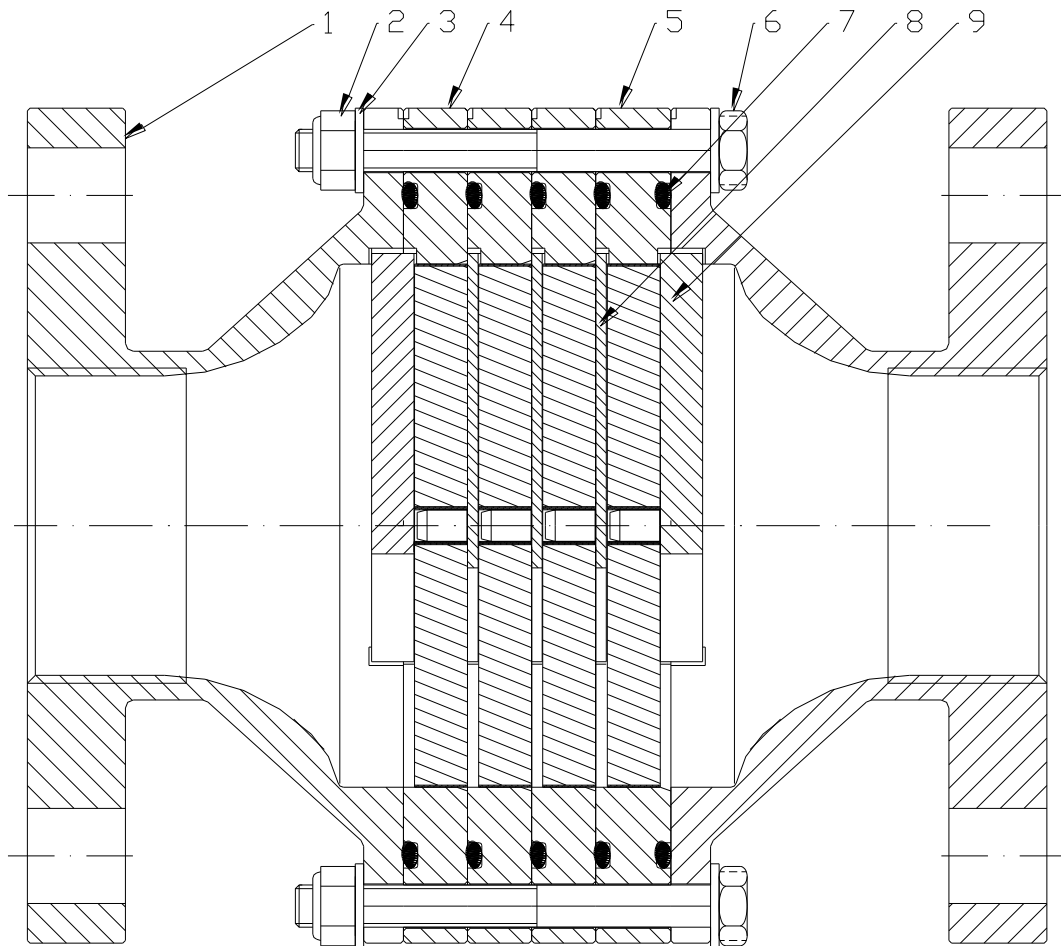

Bild 1
(siehe auch Bild 1)
Die Bandsicherung (Pos.5) immer zuerst auf ein Gehäuse (Pos.1) auflegen, um die Abdichtung am Gehäuse und der folgenden Bandsicherung (Pos.4) sicherzustellen. (Siehe Bild 1).
- Bestellnummer (Position siehe **Bild 1**)